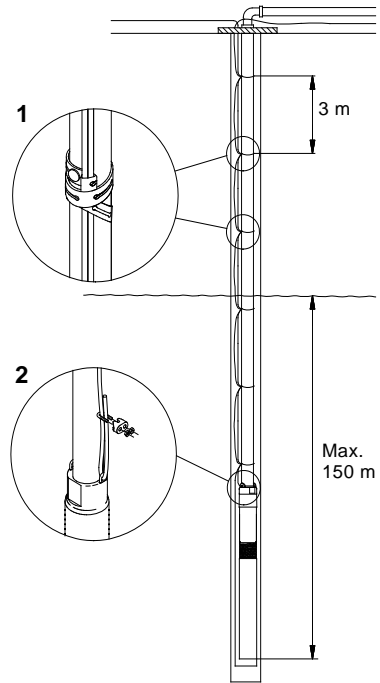

Fig. 10
Fig. 10 visar en pumpinstallation med upplysning om:
Kabelklammer skall användas var 3:e meter, se fig. 10.
**Max.** installationsdjup under statisk vattenspiegel: 150 m, se fig. 10.